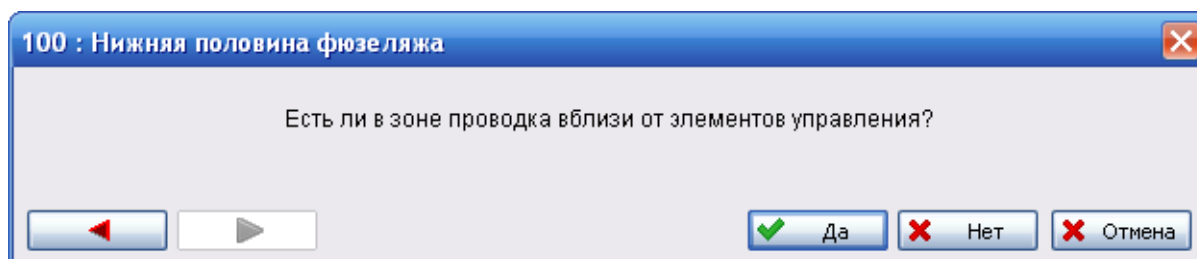

Рис. 3-87
8. Если зона не содержит горючие материалы, оценивается наличие проводки вблизи от элементов управления (рис. 3-87).